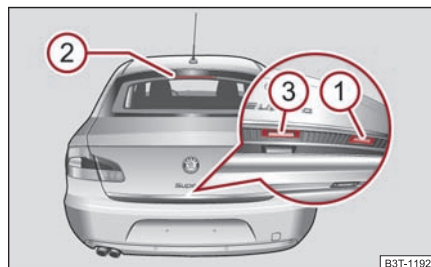

Fig. 45 Asidero de la tapa del maletero
- Presione la empuñadura ① ⇒ fig. 45 en la parte inferior de la tapa de maletero.
- Espere hasta que la luz de freno ② en la luneta posterior parpadee dos veces.
- Presione la empuñadura ③ y levante al mismo tiempo la tapa de maletero.